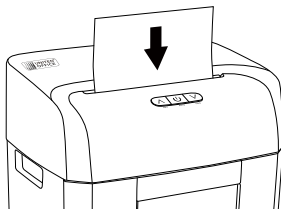

Fig. 3
- ◆ Introduzca el papel centrado y en posición vertical desde arriba en la ranura de corte **4** (consulte la fig. 3). El aparato se enciende automáticamente y vuelve a apagarse automáticamente si no se introduce más papel.